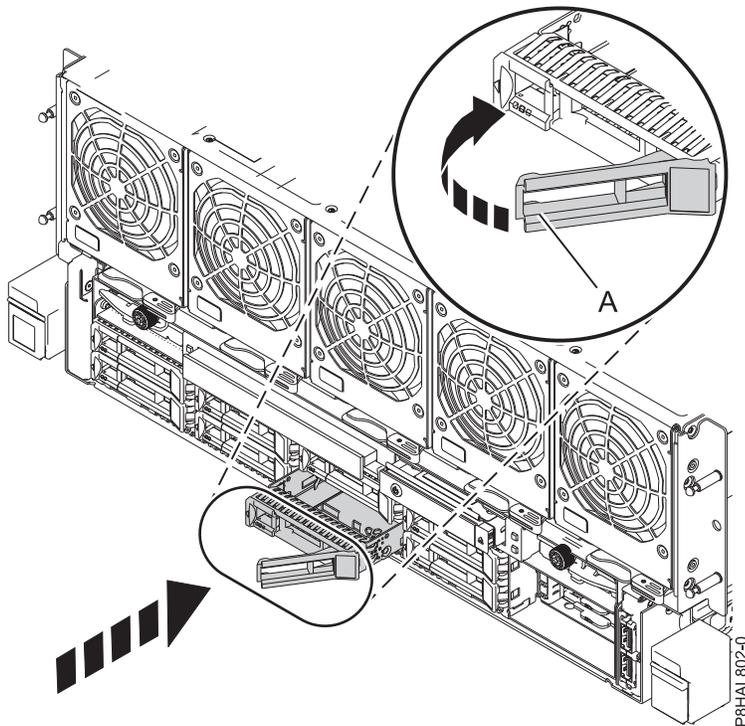

Figura 8. Instalar uma unidade de disco num sistema
4. Desbloqueie a pega do compartimento de unidade (A) apertando-a e puxando-a para fora. Se a pega não estiver completamente fora, a unidade não deslizará para dentro do sistema. Consulte Figura 8 na página 16.
8. Quando o LED identificador permanece ligado, deslize a unidade completamente para o sistema e empurre a pega de transporte da unidade (A) até bloquear, como é apresentado na imagem que se segue. Figura 8 na página 16.